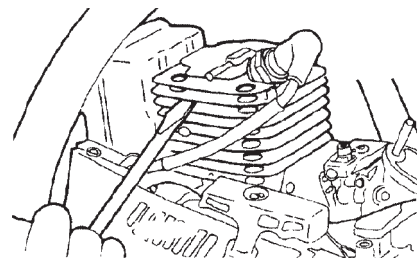

Рис. 23.
1. Ребра охлаждения двигателя. См. Рис. 23.